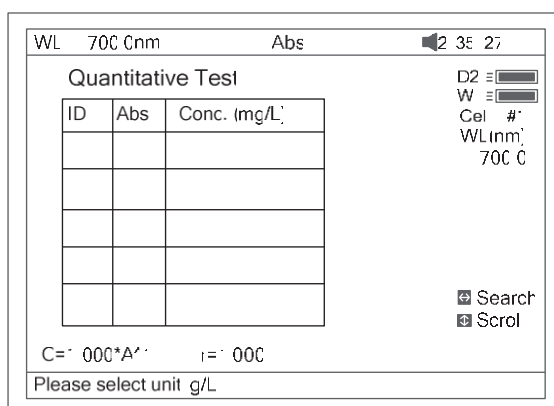

Fig 26
1. Pulse **F1** para seleccionar la unidad de concentración (Fig 26).